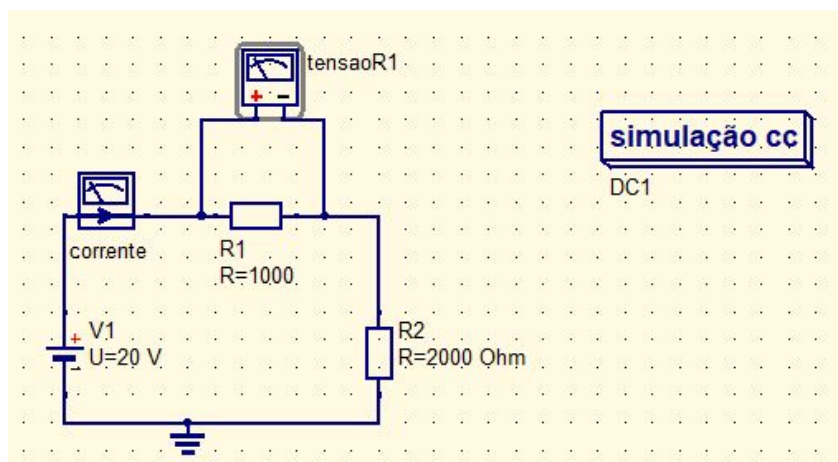

Figura 2: Circuito montado no QUCS
3.1.4) e 3.1.5) Para o próximo passo, ao invés do recurso Wire Label, foram utilizados componentes de medição (amperímetro e voltímetro) para analisar a tensão no R1. O circuito montado é ilustrado na Figura 2 e o resultado obtido na Tabela 2